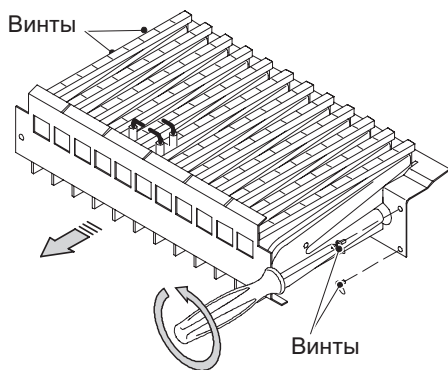

Рисунок 8.1
- Снимите переднюю панель камеры сгорания и горелку, см. Рисунок 8.1.
- Установите на место горелку (Рисунок 8.1), переднюю панель камеры сгорания и панель герметичной камеры.